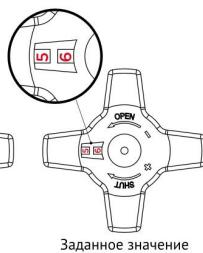

рис.4
- Откройте клапан до заданного значения, в качестве примера значение индикатора показывает 5,6 (см. рис.4).